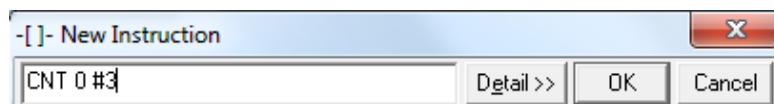

Рисунок 37 – Ввод команды счетчика
2. Нажмите клавишу [I]. Отобразится диалоговое окно «New Instruction» (Создание команды). Введите команду счетчика «CNT 0 #3» (рисунок 37). Нажмите клавишу [Ввод].